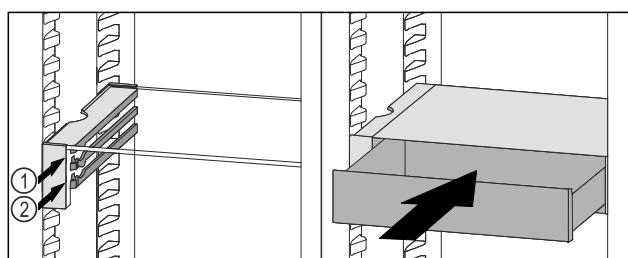

Fig. 149
- ▶ 将 VarioSafe 抽屉放置在所需肋梁 Fig. 149 (1) 或 Fig. 149 (2) 上的止动器后面。